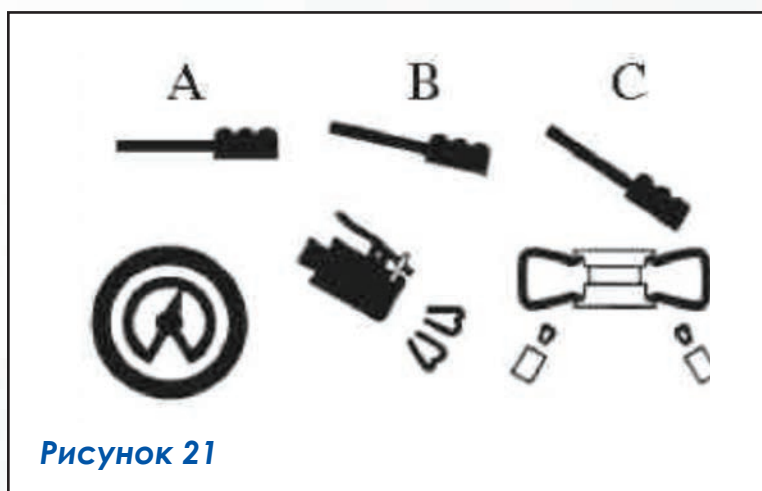

Рисунок 21
- Выжмите педаль накачки до средней позиции В (Рис. 21)
- Если борт ввиду своей толщины сидит недостаточно хорошо на диске, вправьте его вручную за закраину диска, затем нажмите педаль накачки полностью до позиции С (Рис. 21). Сильная струя воздуха выйдет из насадок зажимных кулачков, что поможет борту правильно встать на диск.
- Педаль накачки переведите в среднюю позицию В (Рис. 21) и продолжайте накачивать покрышку через воздушную магистраль. Накачку проводите в несколько приемов, каждый раз проверяя давление.